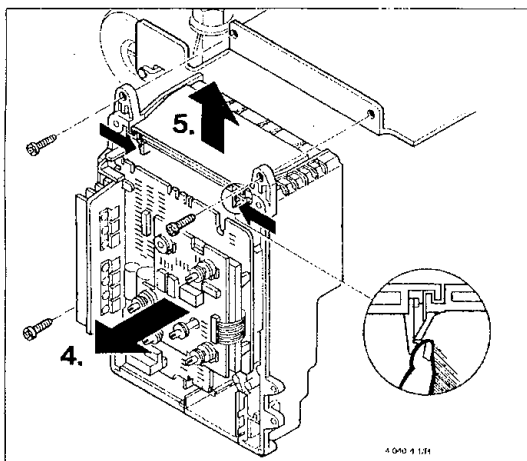

Bild 4
5. Klemmdeckel entfernen, s. Bild 4